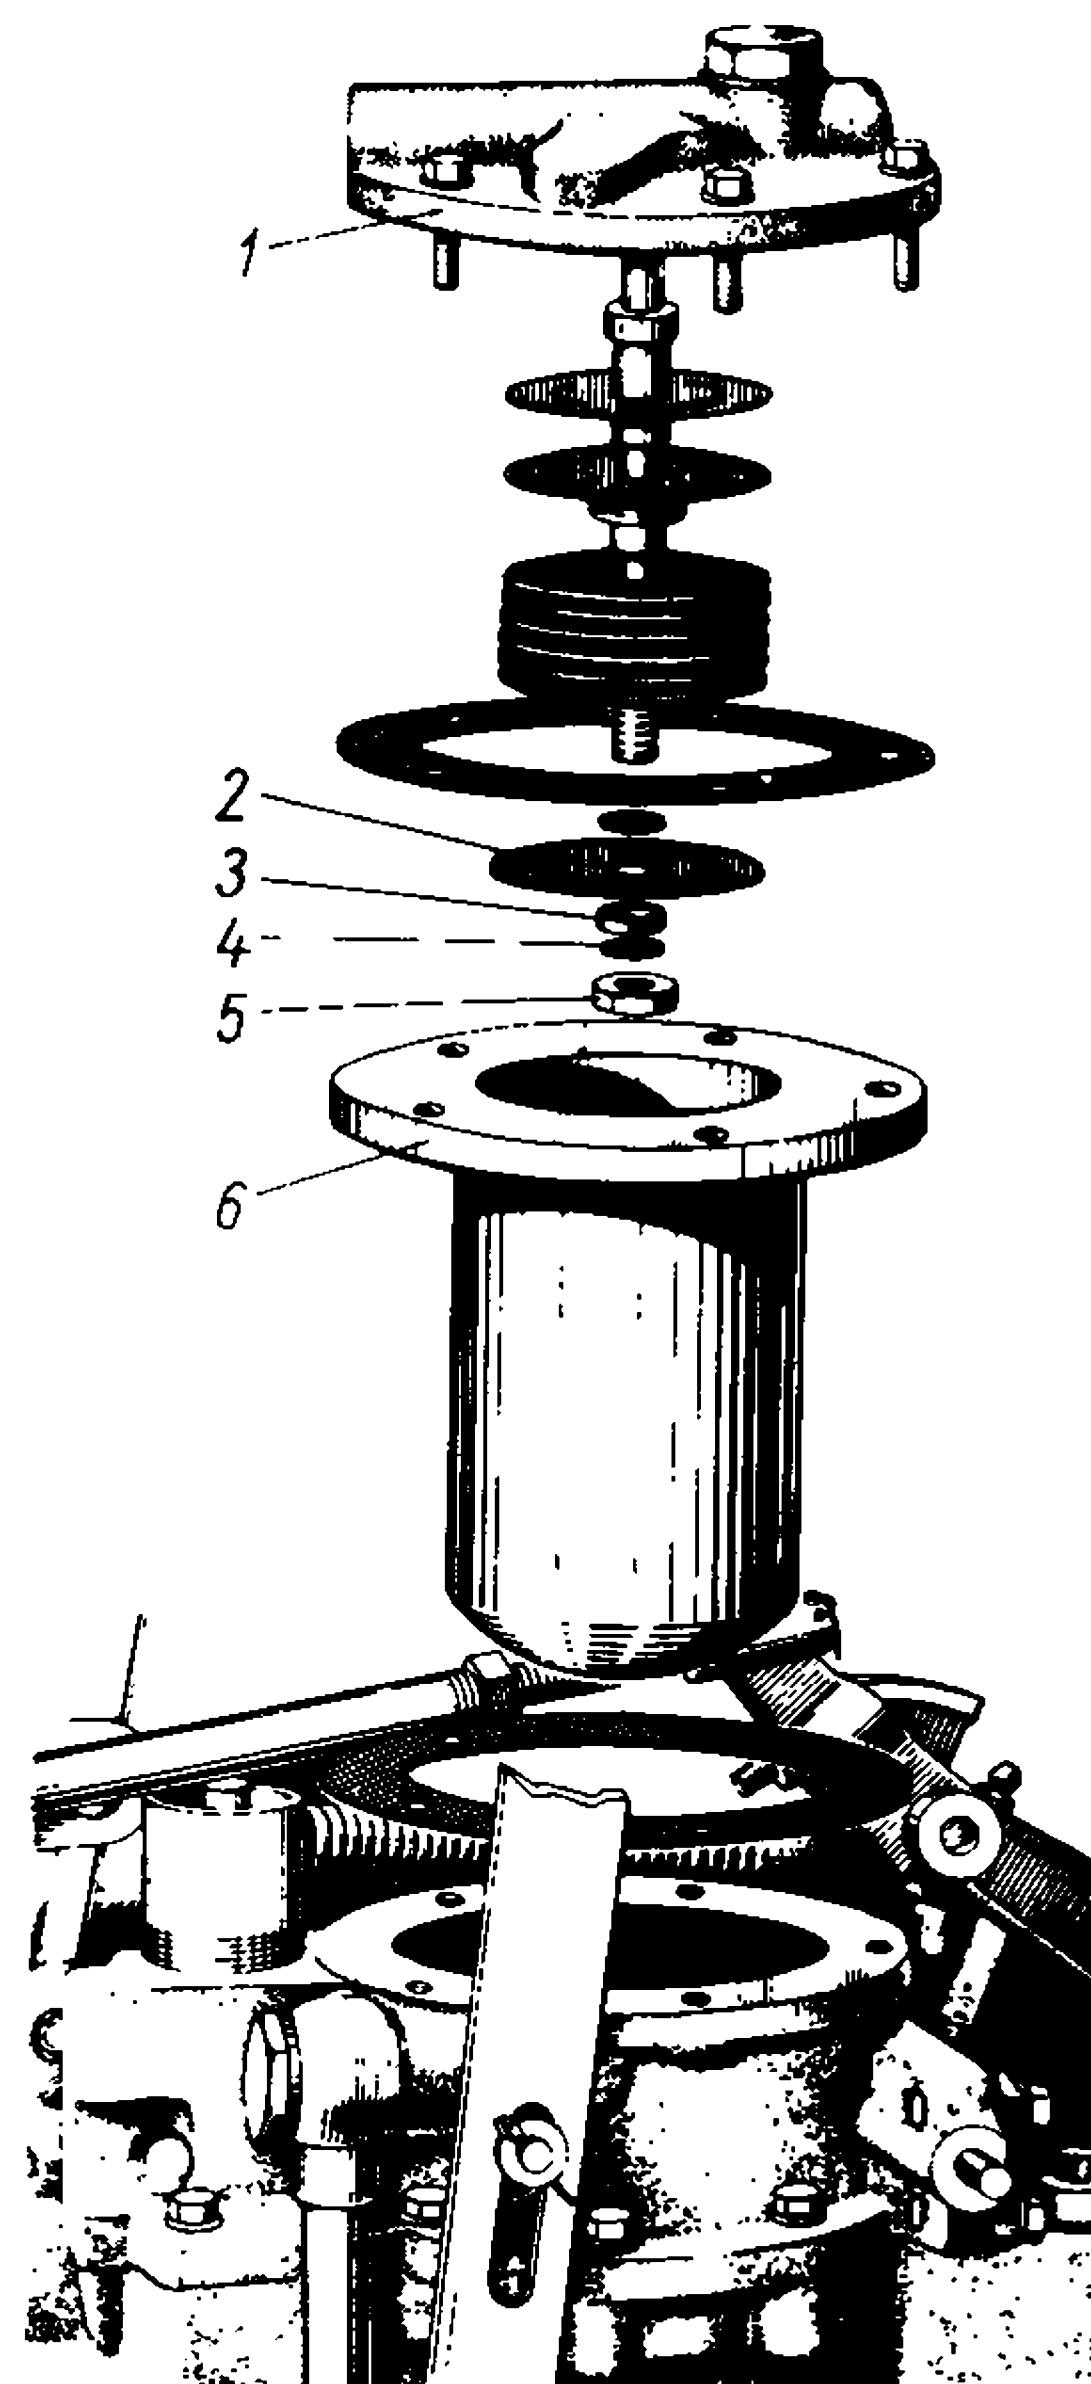

Рис. 92. Фильтр коробки передач
- отверните винты крепления стакана 6 (рис. 92) к крышке фильтра 1 и отделите их друг от друга;